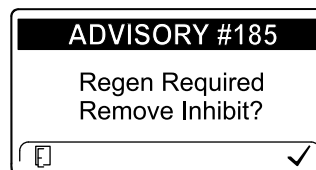

Figura 64
**Nota:** Si usted configura el InfoCenter para inhibir la regeneración, el InfoCenter muestra el AVISO N° 185 (Figura 64) cada 15 minutos mientras el motor solicita una regeneración de reinicio.